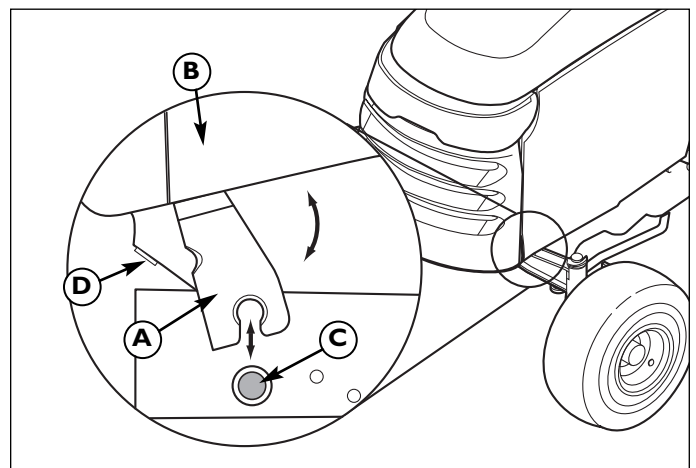

Figura 13. Retiro e instalación del capó
3. Mueva el capó levemente hacia atrás y levántelo (B, Figura 13) de los montantes de pivote (C). Coloque el capó sobre una superficie limpia y plana.
1. Coloque los montantes de articulación (A, Figura 13) en los montantes de pivote (C).
2. Mueva el capó hacia delante hasta que toque los topes (D).
3. Instale el portalámparas y la bombilla (A) en el bisel (B) girándolos en el sentido de las agujas del reloj. Repetir en el otro lado.